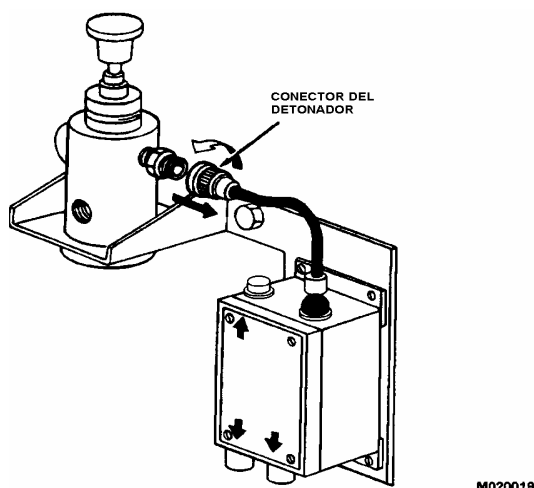

FIGURA 2-22. SAQUE EL CARTUCHO Y DESCONECTE EL DETONADOR
6. Saque el conector del detonador antes de proceder con la siguiente serie de revisiones (Figura 2-22).